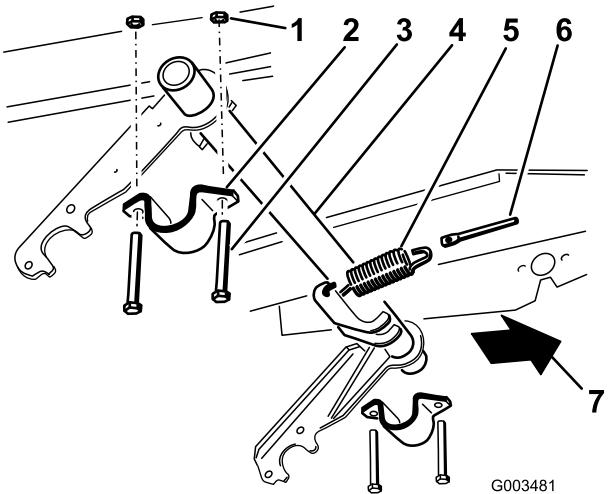

Bild 5
1. Verbinden Sie die Verlängerungsfeder mit einem der Federhebel am Schwenkrohr und der Federstange (Bild 5).
2. Installieren Sie die Schwenkrohrhalterung lose an der rechten Seite (Bild 5).
3. Schieben Sie die rechte Seite des Schwenkrohrs in die rechte Schwenkrohrhalterung (Bild 5).
- Heben Sie die linke Seite des Schwenkrohrs zum Rahmen an und befestigen sie mit einer Schwenkrohrhalterung, 2 Schrauben (3/8" x 3") und 2 Sicherungsmuttern (3/8") (Bild 5).